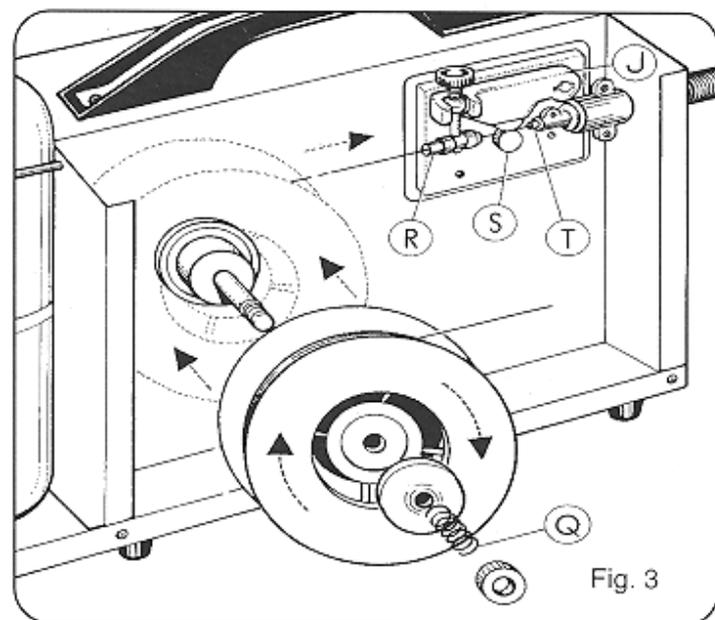

Fig. 3
Baissez le groupe presse-fil (U) en faisant attention à que le fil reste à l'intérieur de la rainure (gueule) de l'arbre (fig.3).